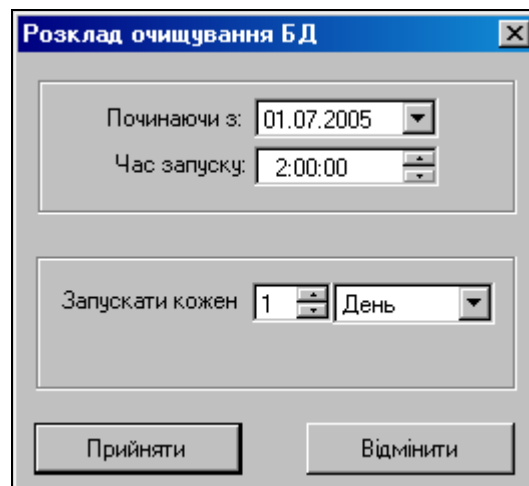

Рис. 13. Окно «Расписание очистки БД»
4. Расписание удаления устаревших записей выставляется по нажатию на кнопку «Расписание удаления устаревших записей». Откроется окно «Расписание очистки БД» (Рис. 13). Здесь необходимо указать следующие параметры: